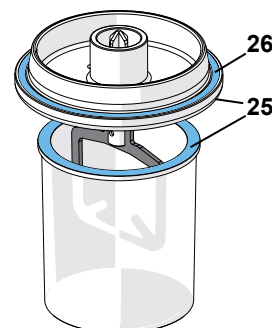

Fig. 10
- ⇒ Ter cuidado para manter a borda do copo e a borda da tampa (25, Fig. 10) limpas.
- ⇒ Acoplar o copo (14) ao aparelho.